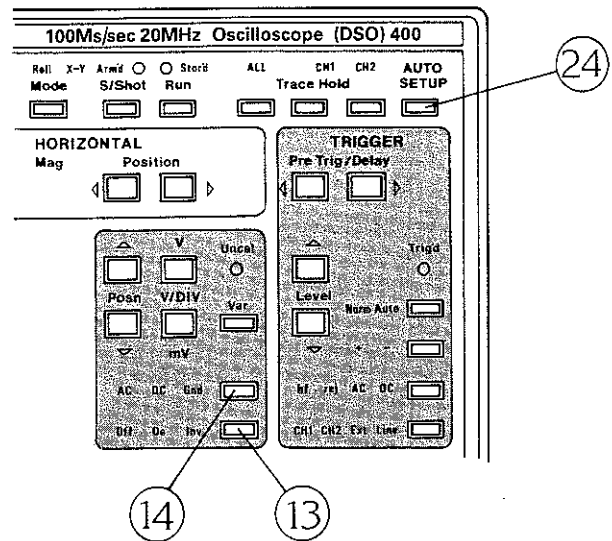

Abbildung 1.4 Darstellung eines Signals
1.4 Darstellung eines Signals (Siehe Abbildung 1.4)